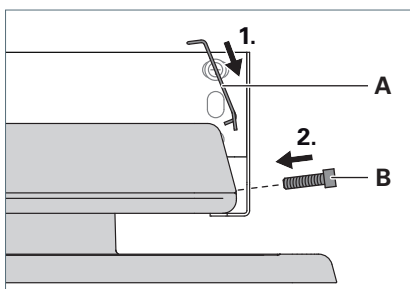

Fig. 6: Halteblech in Leuchte einhängen.
- ▶ Hängen Sie das Halteblech **A** in die Leuchte ein, siehe Fig. 6.